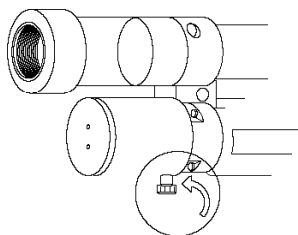

fig. 7b
- 2) avvitare successivamente la testa del tappo sul grano fino al riarmo completo della macchina (fig. 7b);
- 3) terminata la procedura, riportare il tappo del dispositivo di emergenza (C) nelle condizioni di partenza.